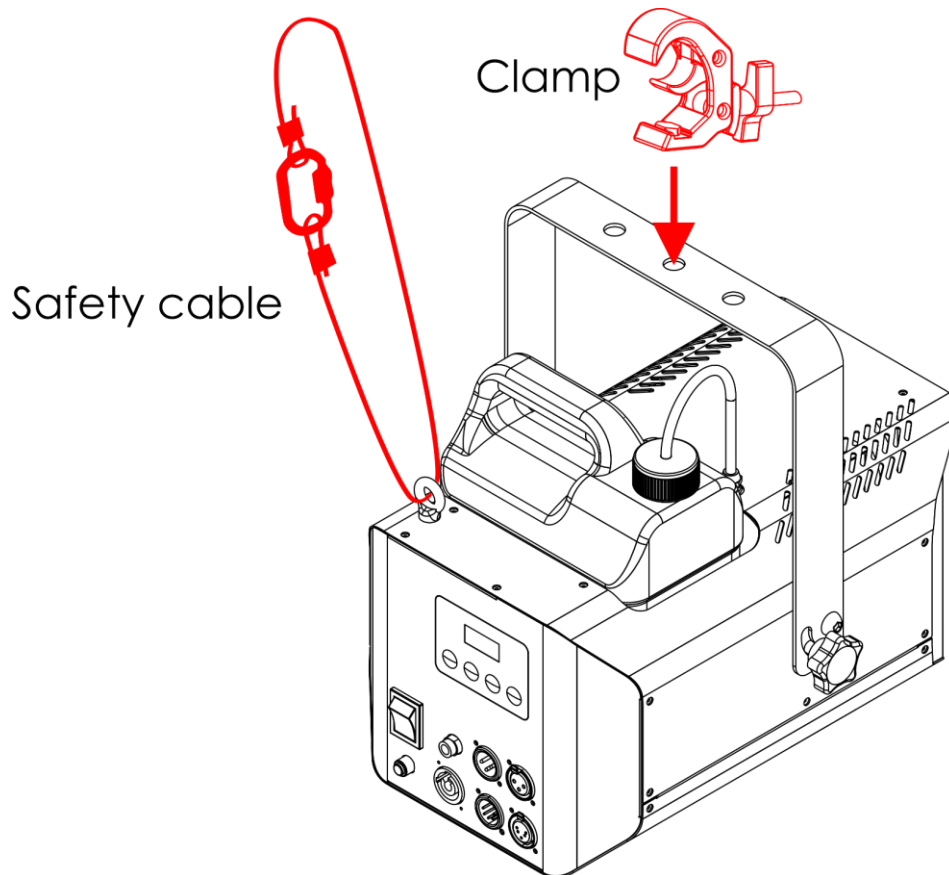

Fig. 05
- 01) Utilizzare un morsetto per fissare il dispositivo alla struttura di supporto, come mostrato nella Fig. 05. Assicurarsi che il dispositivo non possa muoversi liberamente.
- 02) Assicurare il dispositivo con una sospensione secondaria, ad esempio un cavo di sicurezza. Assicurarsi che la sospensione secondaria sia in grado di sostenere 10 volte il peso del dispositivo. Se possibile, la sospensione secondaria deve essere collegata a una struttura di supporto indipendente dalla sospensione primaria. Far passare il cavo di sicurezza attraverso l'**occhiello di sicurezza (15)**, come mostrato nella Fig. 05.